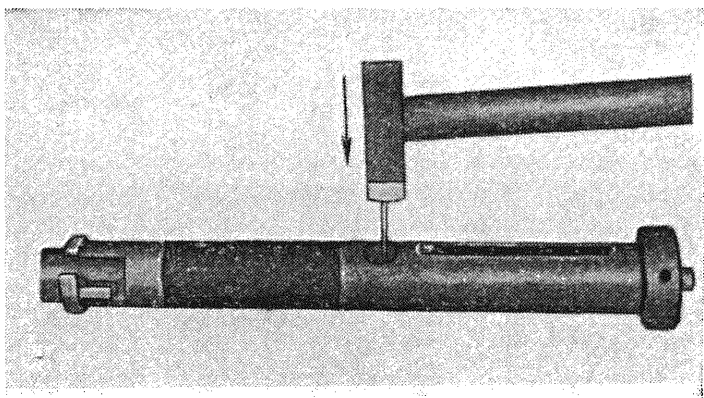

Рис. 99
14. Забить штифт стержня заподлицо с наружным диаметром цилиндра пневмоперезарядки, повернуть цилиндр пневмоперезарядки и вынуть из прибора (рис. 99).